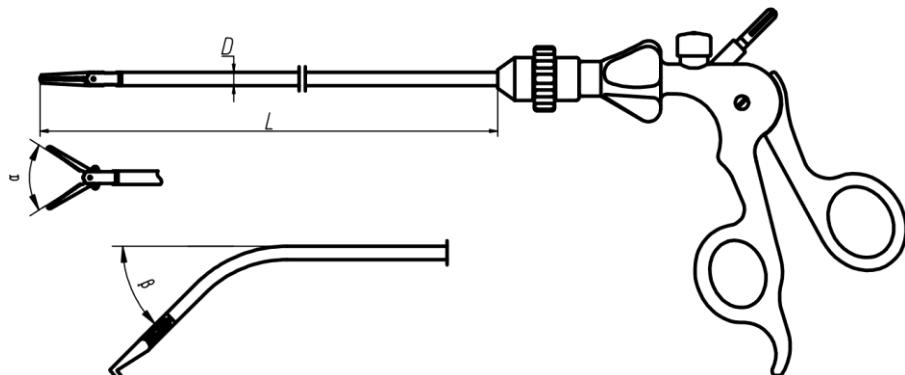

Fig.2 Diagrama da Estrutura do Dissector Monopolar
B. A estrutura de contorno e as dimensões básicas do Dissector Monopolar são mostradas na Fig. 2 e na Tabela 2.